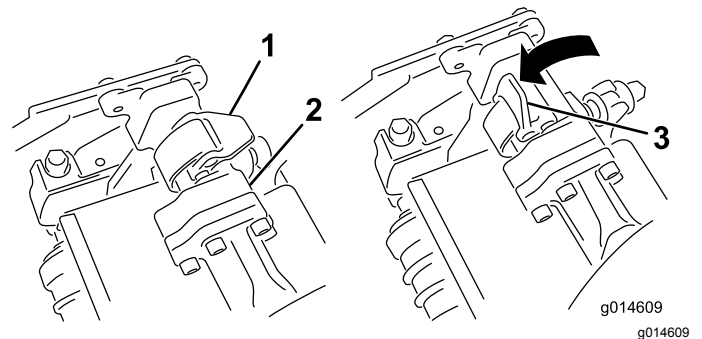
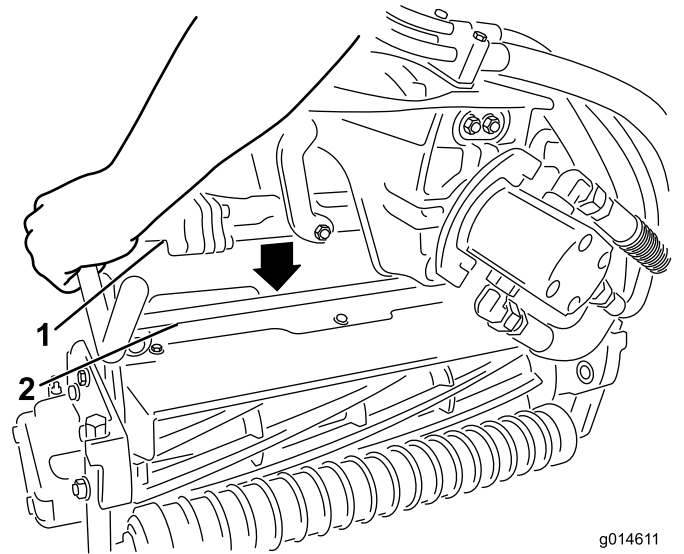

Figura 45
Figura 46
3. Con los enganches del brazo de suspensión orientados hacia arriba (es decir, abiertos (Figura 45)), empuje hacia abajo el brazo de suspensión de modo que la barra encaje en la barra situada en la parte superior de la unidad de corte (Figura 46).
4. Presione los enganches hacia abajo alrededor de la barra de la unidad de corte y bloquéelas (Figura 45).
- Abra los enganches de la barra del brazo de suspensión de la unidad de corte que está retirando (Figura 45).